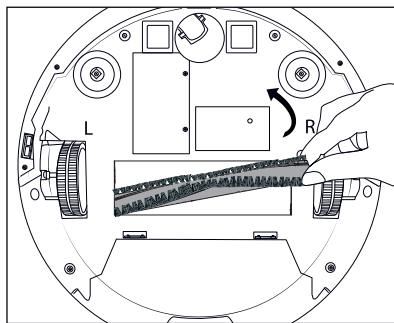

Fig. 15
- ◆ Hold i børsterullen 16 på højre side, og tag den ud af produktet (se fig. 15). Fjern hår og snavs med rengøringsbørsten 10.